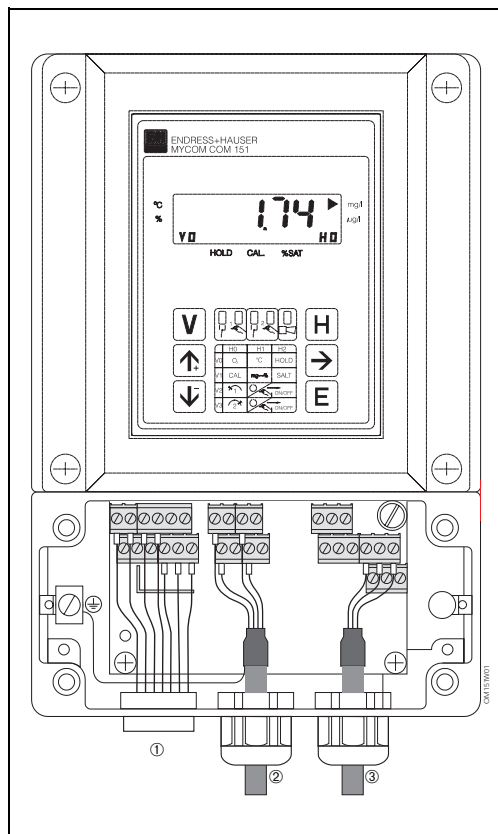

Fig. 4.10 : Mycom COM 151 avec raccords dans la boîte séparée
Pour les câbles d'alimentation et de signal, le raccordement se fait au bornier dans la boîte à bornes séparée (fig. 4.10). Un connecteur est disponible pour la cellule d'oxygène.
- Faire passer les câbles de liaison à travers les PE (voir fig. 4.10)